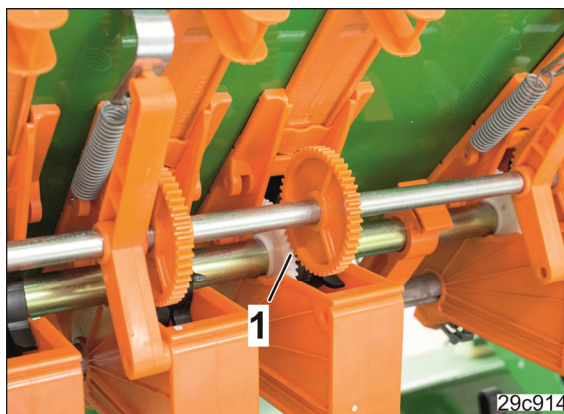

Fig. 254
- 10.1 Acordați atenție ca dinții (Fig. 254/1) roților dințate să angreneze.